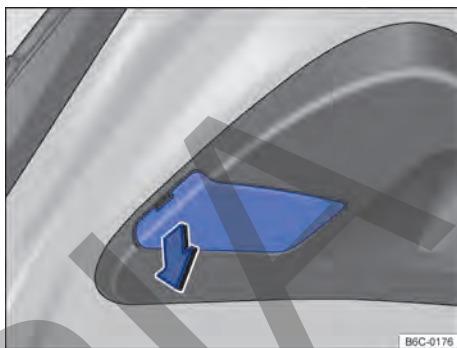

Fig. 185 En la tapa trasera: desmontar la cubierta de la linterna trasera.
- ① Observar la lista de control y ejecutar las acciones → pág. 242.
- ② Abrir la tapa trasera → pág. 76.
- ③ Retirar con cuidado la cubierta → fig. 185 en la tapa por el reborde existente.